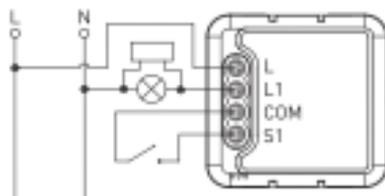

Рисунок 2.3
- с конденсатором (см. рисунок 2.3).